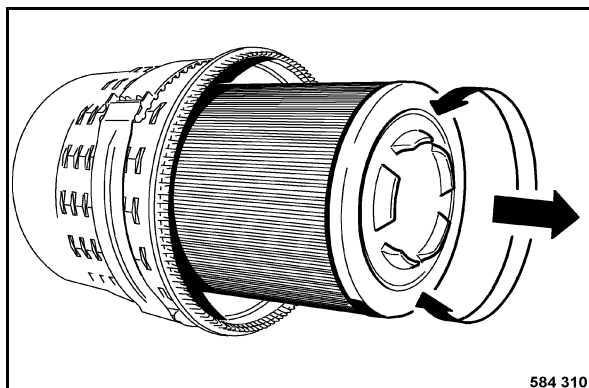

Fig. 188
- Extraire le filtre (Fig. 188) avec de légers mouvements rotatifs.